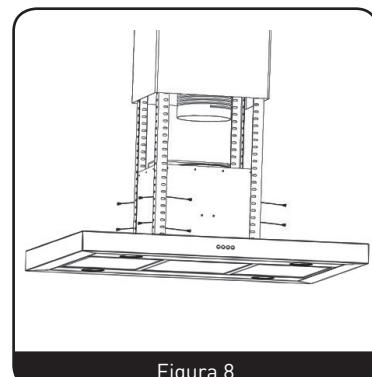

Figura 8
6. Levante la carcasa de la campana extractora e introduzcalo entre los perfiles angulares. A continuación, fíjela en su sitio utilizando 16 tornillos M5. (Figura 8)